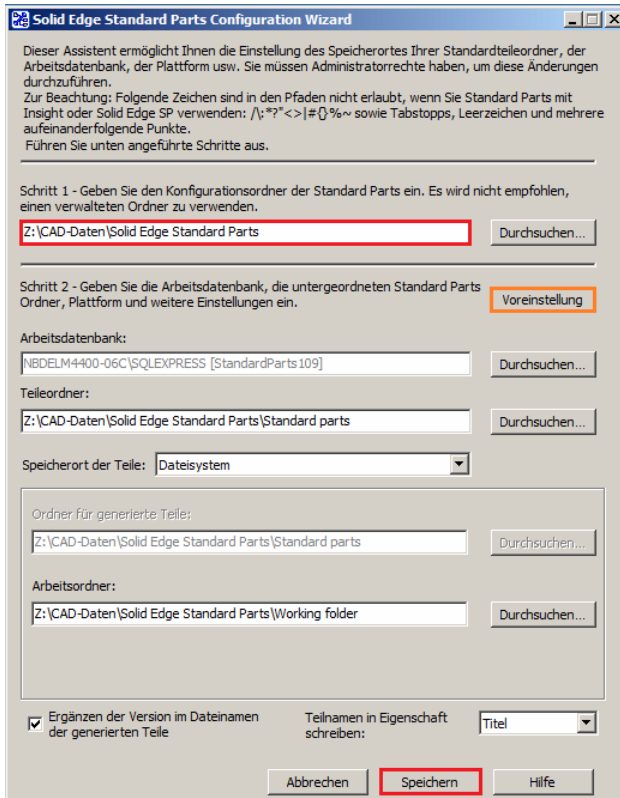

Abbildung 23
- 7.1. Öffnen Sie den Konfigurationsassistenten, prüfen Sie die Einstellungen oder stellen diese bei Bedarf auf die zuvor notierten Werte. Im Allgemeinen reicht es, den Pfad unter Schritt 1 einzutragen und danach auf Voreinstellungen zu klicken. Hierdurch werden die Standardwerte wiederhergestellt. Sind alle Werte korrekt eingetragen, klicken Sie auf „Speichern“ (Abb. 23), um die Einstellungen zu übergeben.
- 8.1. Öffnen Sie den Konfigurationsassistenten und überprüfen Sie, ob die Pfadangaben korrekt sind. Korrigieren Sie diese bei Bedarf. Dann klicken neben der Arbeitsdatenbank auf „Durchsuchen“ (Abb. 23).